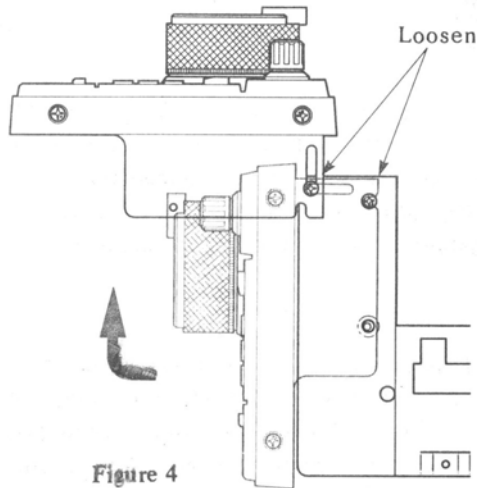

Figure 4
- 5) Comme indiqué sur la Fig. 4 de la note d'installation, desserrez les 2 vis de blocage de la face avant de chaque côté de l'appareil, puis basculez-la vers le haut.